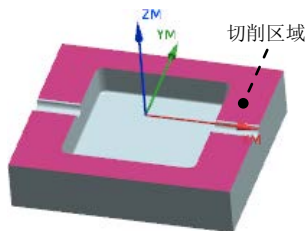

图 10.25 指定切削区域
Step2. 在图形区选取图 10.25 所示的切削区域, 单击“切削区域”对话框中的  按钮, 系统返回到“底面壁”对话框。